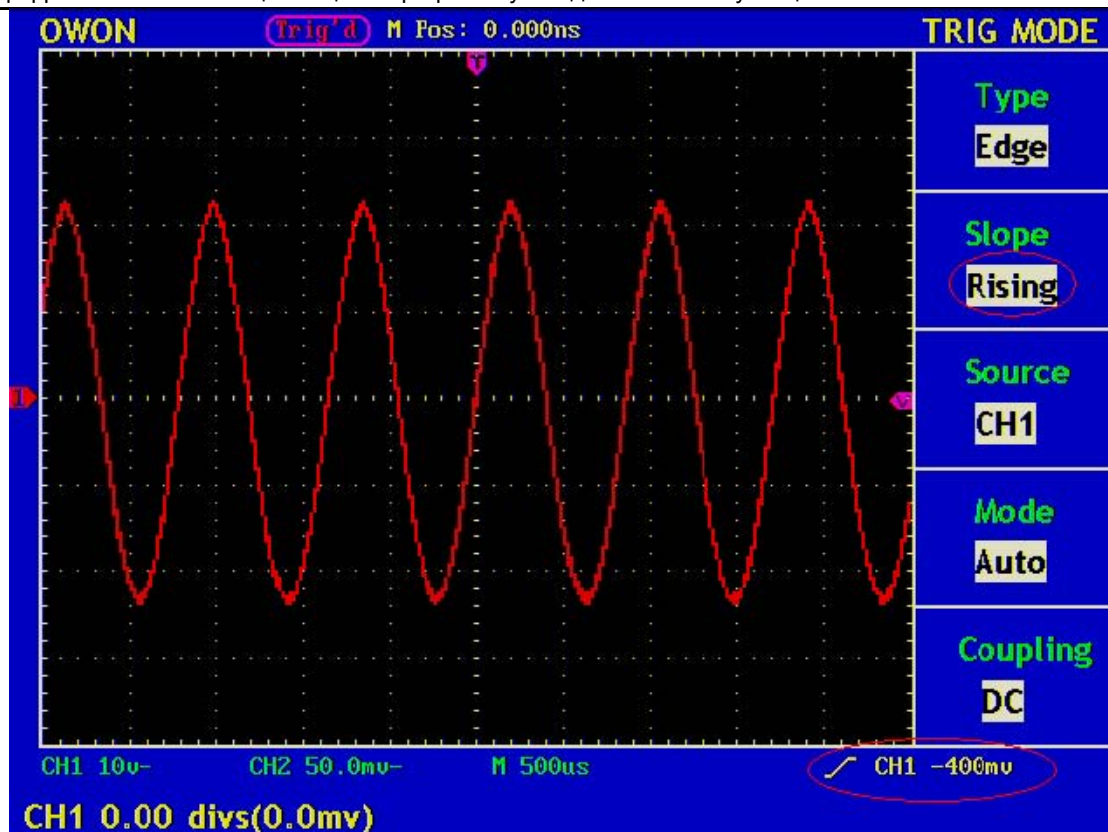

Рисунок 28. Осциллограмма, полученная при запуске по нарастающему фронту
6. Нажмите на кнопку **F5** и выберите тип связи “AC”. Вид экрана при этом показан на рис. 28.